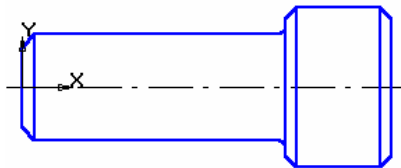

Рис. 68.
9. Креслення прийме вигляд, рис. 68.